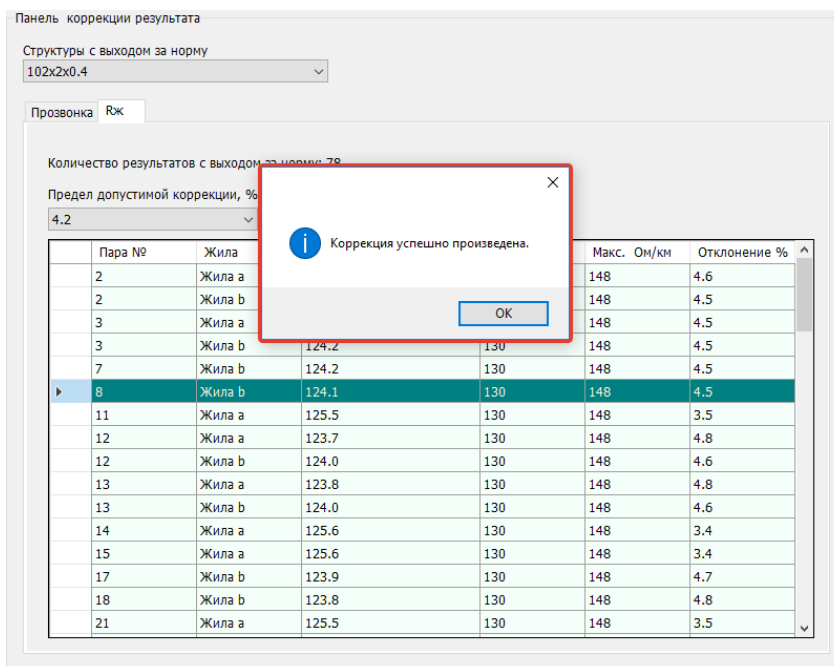

Рисунок 14: Сообщение об окончании корректировки
- 4) По окончании операции корректировки выйдет сообщение об успешном окончании коррекции (рисунок 14).